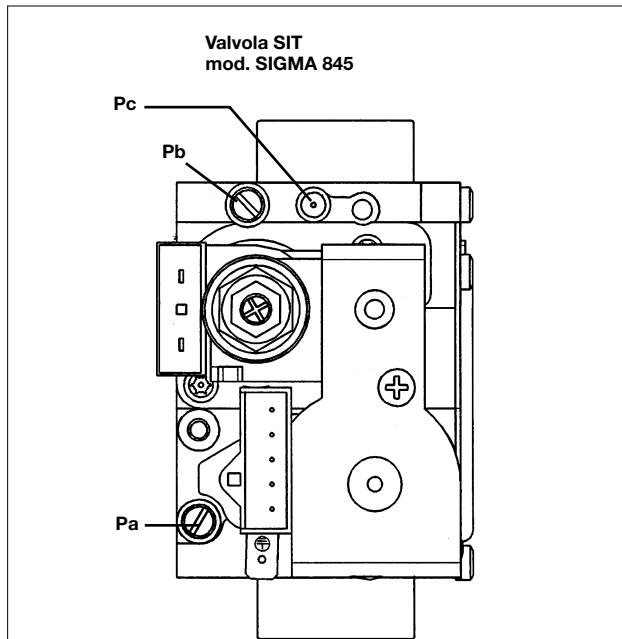
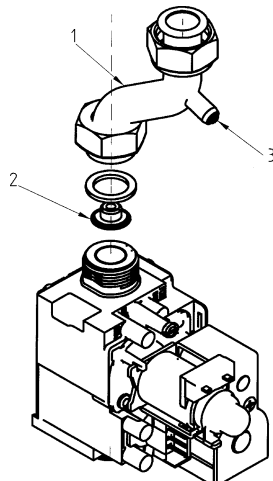

Figura 12a
Figura 12b
- rimuovere il tubo alimentazione gas (1 di Figura 12b);
- sostituire l'ugello per diaframma montato sulla valvola del gas (2);
- collegare la presa di pressione positiva di un manometro differenziale, possibilmente ad acqua, alla presa di pressione (Pb) della valvola del gas (figura 12a). Per i modelli 240 i/Fi utilizzare la presa di pressione (3) presente nel tubo di alimentazione gas. Collegare, solo per i modelli a camera stagna, la presa negativa dello stesso manometro ad un apposito "T" che permetta di collegare insieme la presa di compensazione della caldaia, la presa di compensazione della valvola del gas (Pc) ed il manometro stesso. (Una pari misura può essere effettuata collegando il manometro alla presa di pressione (Pb) e senza il pannello frontale della camera stagna); Una misura della pressione ai bruciatori effettuata con metodi diversi da quelli descritti potrebbe risultare falsata in quanto non terrebbe conto della depressione creata dal ventilatore nella camera stagna.
- aprire il rubinetto gas e ruotare la manopola (1) predisponendo la caldaia in posizione Inverno (❄️);
- verificare che la pressione dinamica di alimentazione della caldaia, misurata alla presa di pressione (Pa) della valvola del gas (figura 12a) sia quella corretta (30 mbar per il gas butano, 37 mbar per il gas propano o 20 mbar per il gas naturale).